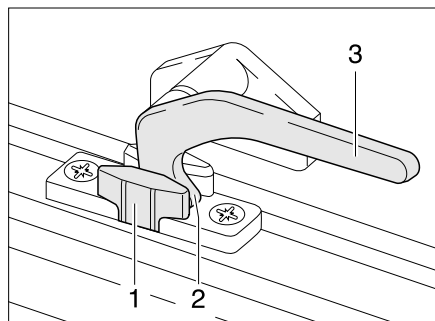

Bild 35 Verriegelungshebel in Stellung "Dauerbelüftung"
- in Stellung "Dauerbelüftung" (Bild 35)
- Den Verriegelungshebel (Bild 35,3) eine viertel Umdrehung zur Fenstermitte hin drehen.
- Den Verriegelungshebel wieder zurückdrehen. Die Verriegelungsnase (Bild 35,2) dabei in die Aussparung der Fensterverriegelung (Bild 35,1) einfahren.